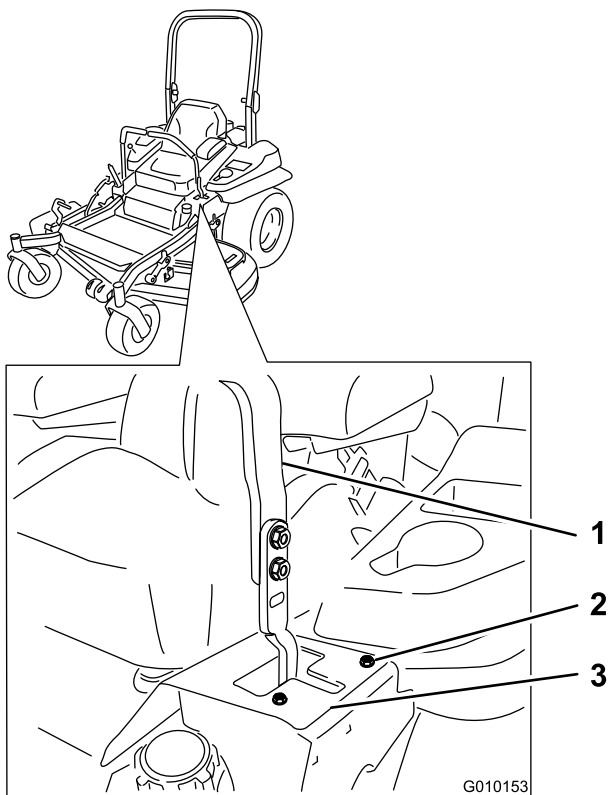

Figura 63
- Si la máquina se desvía hacia la derecha, afloje los pernos y ajuste la chapa del tope izquierdo hacia atrás en la ranura en T de la izquierda hasta que la máquina avance en línea recta (Figura 63).
- Si la máquina se desvía hacia la izquierda, afloje los pernos y ajuste la chapa del tope derecho hacia atrás en la ranura en T de la derecha hasta que la máquina avance en línea recta (Figura 63).
8. Apriete la chapa del tope (Figura 63).